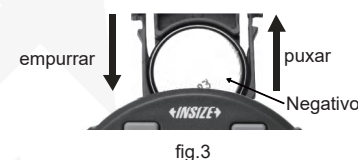

fig.3
3. Ao instalar e remover a pilha (CR2032), o polo negativo da pilha deve ficar virado para fora (fig. 3).